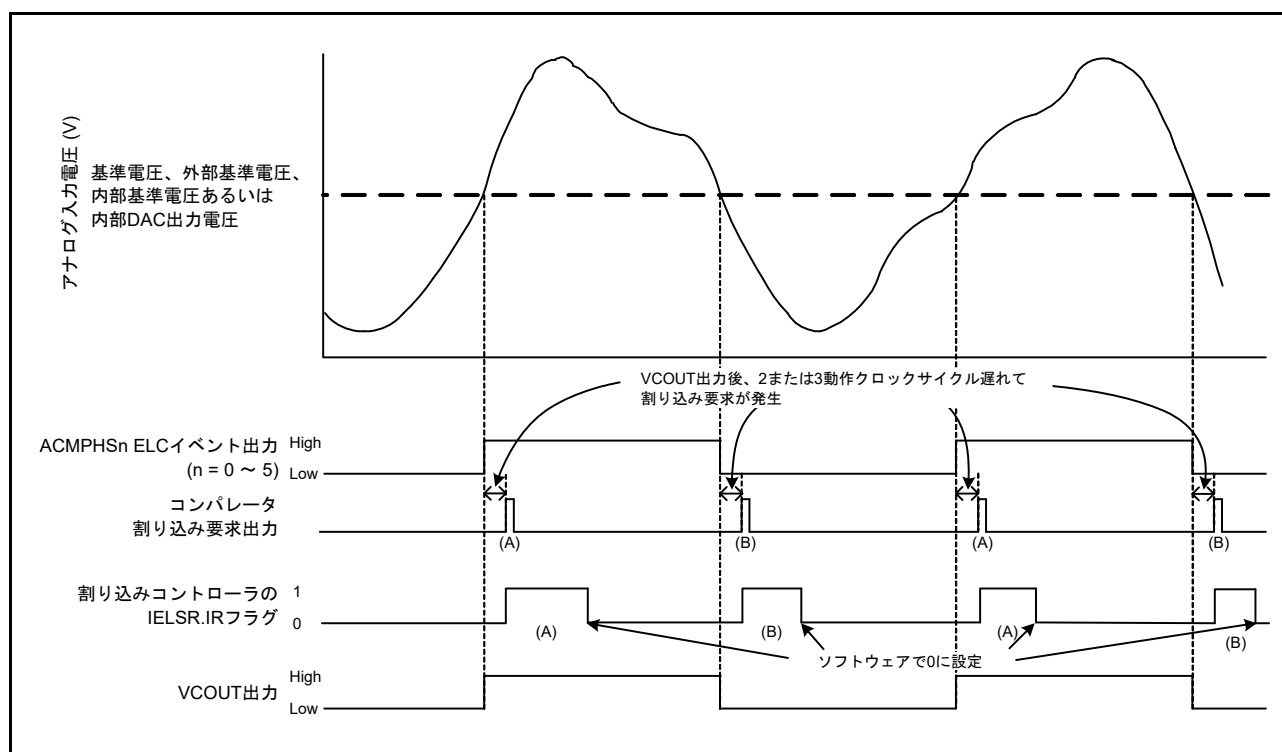

図 38.2 ACMPHS の動作例
ACMPHSの動作例を図 38.2 に示します。アナログ入力電圧がACMPHS基準入力電圧より高くなるとVCOOUT出力は1になり、低くなると0になります。ACMPHS出力が変わると、割り込み要求およびELCイベントが出力されます。
図 38.2 は $CPOE = 1$ (端子出力許可)、 $CDFS[1:0] = 00b$ (フィルタ不使用)、および $CEG1 = CEG0 = 1$ (両エッジ検出を選択) の場合に適用されます。 $CINV = 0$ 、 $CEG0 = 1$ 、 $CEG1 = 0$ (ACMPHS からの非反転出力信号の立ち上がりエッジ検出を選択) の場合、IELSR.IR フラグは (A) で示されるように変化します。 $CINV = 0$ 、 $CEG0 = 0$ 、 $CEG1 = 1$ (ACMPHS からの非反転出力信号の立ち下がりエッジ検出を選択) の場合、IELSR.IR フラグは (B) で示されるように変化します。 $CPOE = 1$ の場合、VCOUT は ELC イベント出力を直接出力します。